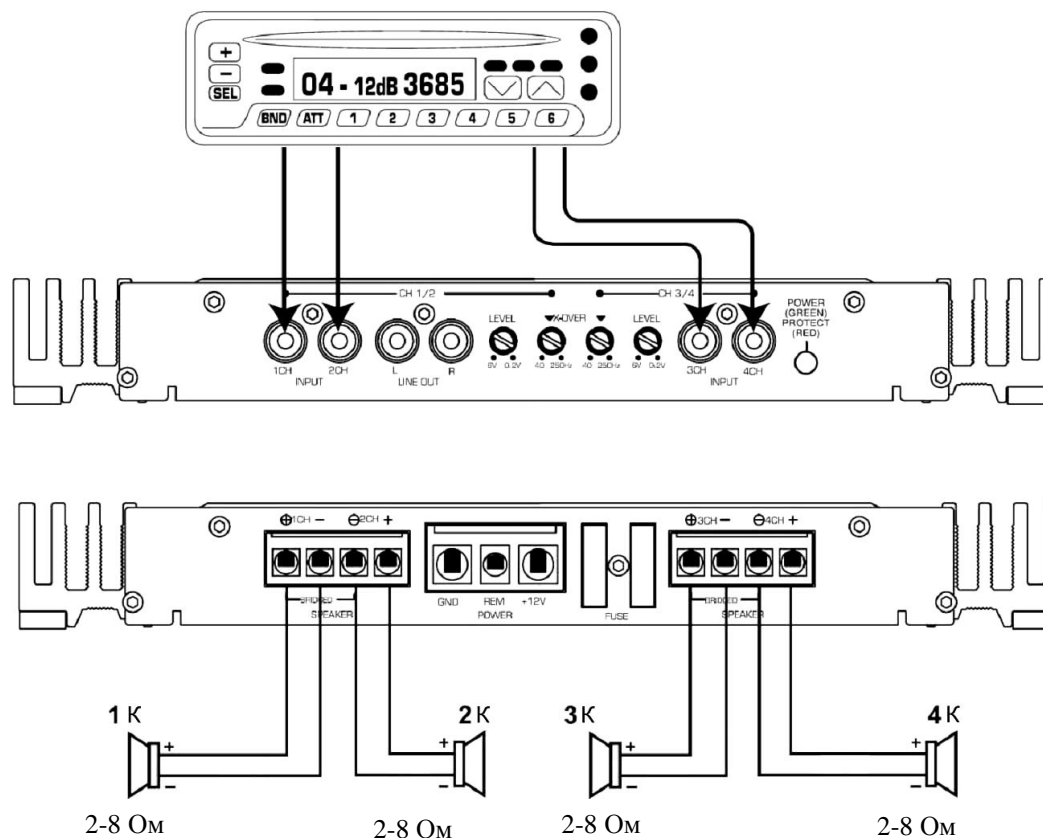

Рис.3.
- При неправильной полярности динамики будут работать в противофазе, что приведет к снижению отдачи в области низких частот (басов) (См. рис.3, 4, 5, 6).